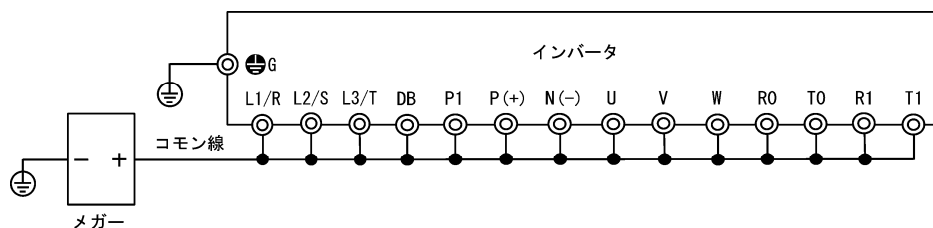

図 7.2 メガータスト時の主回路端子接続
- 3) 主回路端子は、図 7.2 のようにコモン線で接続してください。